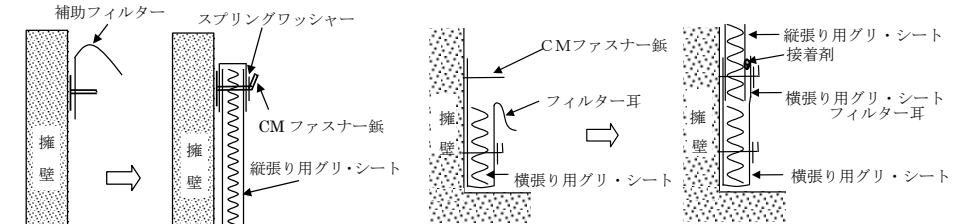

図 II-4 「グリ・シート」の天端部処理
- (1) CMファスナー紙の接着強度を確認した後、「グリ・シート」を墨出しに従い取付ける。(夏場3時間、冬場16時間程度経過後を目安とする。)
- (2) 「グリ・シート KP12-300」のフィルター耳を上にして、最下段のCMファスナー紙に差込みスプリングワッシャーで押さえ込んだ後、ピン先を折り曲げて固定する。
- (3) 補助フィルターを最上部のCMファスナーに取付ける。(図 II-4左)
- (4) 縦張り用「グリ・シート」を横張り用「グリ・シート」の芯材に直接突合わせてCMファスナーで止める。この時、縦張り用「グリ・シート」の最上段列と最下段列のファスナーは補助フィルターと横張り用「グリ・シート」のフィルター耳を差し込んでからスプリングワッシャーで止める。
- (1) 縦張り用「グリ・シート」の上端部から土砂等が流入しないように補助フィルターで覆い、処理する。(図 II-4)